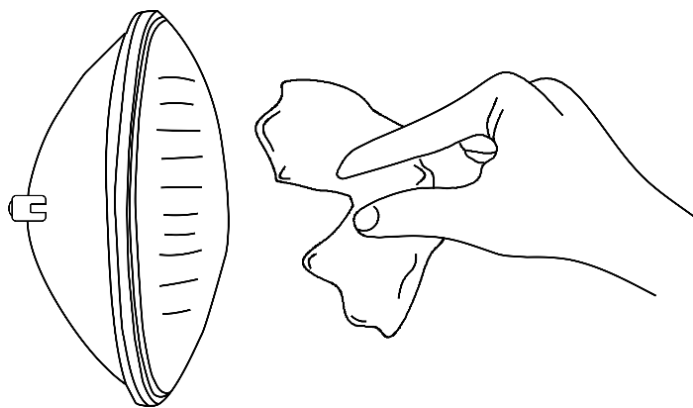

Abb. 05
- 05) Nehmen Sie das neue Leuchtmittel aus der Verpackung (Abb. 05).